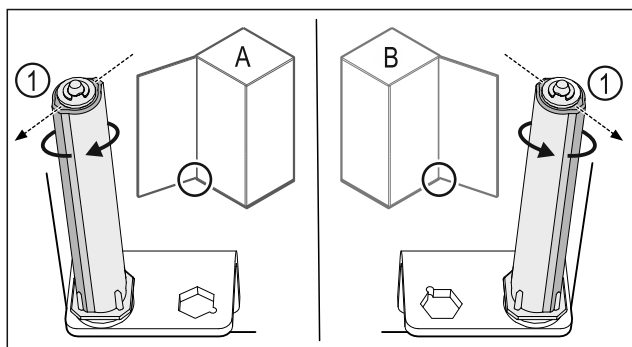

Fig. 34 Links scharnierend (A) / rechts scharnierend (B)
- Sluitsysteem tegen de weerstand in draaien tot het schot van het sluitsysteem Fig. 34 (1) naar buiten wijst.